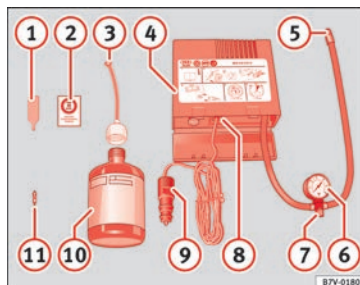

Fig. 50
- Dévissez le capuchon et l'obus de la valve du pneu. Utilisez l'appareil » fig. 50 ① pour extraire l'obus. Placez-le sur une surface propre.
- Agitez fortement la bouteille de produit de colmatage des pneus » fig. 50 ⑩.
- Vissez le tuyau de gonflage » fig. 50 ③ sur la bouteille de produit de colmatage. Le
- Retirez le bouchon du tuyau de remplissage » fig. 50 ③, puis vissez l'extrémité ouverte du tuyau sur la valve du pneu.
- Placez de nouveau l'obus de valve sur la valve du pneu avec l'outil » fig. 50 ①.
- Vissez le tuyau de gonflage du pneu du compresseur » fig. 50 ⑤ sur la valve du pneu.
- Vérifiez si la vis d'évacuation d'air est serrée » fig. 50 ⑦.
- Branchez le connecteur » fig. 50 ⑨ à une prise de courant de 12 volts du véhicule » page 120.
- Raccordez le compresseur d'air au commutateur ON/OFF » fig. 50 ⑧.